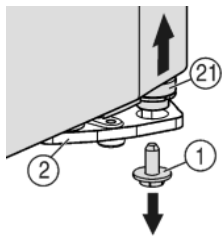
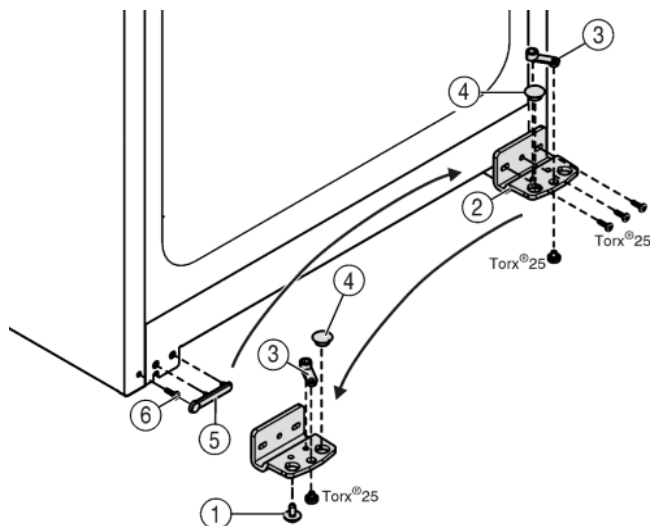

Fig. 4
Fig. 5
- ▶ Jobbra lent a csapágybakon lévő biztosítócsavart (Fig. 4 (1)) tekerje ki.
- ▷ A tartócsap (Fig. 4 (21)) kioldódik a csapágybakból (Fig. 5 (2)).
- ▶ Ha a tartócsap Fig. 4 (21) nem oldódik ki, a csapszeget alulról nyomja ki.
- ▶ Csavarozza le a csapágybakot Fig. 5 (2).
- ▶ Csavarozza le a csapágyrész Fig. 5 (3), helyezze át a csapágybak túlsóoldali felvevő furatába és csavarozza vissza.
- ▶ Vegye ki a csapágybakban lévő dugót Fig. 5 (4), és helyezze át a csapágybak szemközti oldalán lévő felvevőfuratba.
- ▶ Óvatosan emelje le a fogantyú felőli fedelet Fig. 5 (5).
- ▶ Tekerje ki a csavart Fig. 5 (6) és az ellenkező oldalon helyezze be.
- ▶ Helyezze vissza a fedelet Fig. 5 (5).
- ▶ Csavarozza vissza a csapágybakot Fig. 5 (2) a csuklópánt új oldalára **4 Nm-es nyomatékkal**, szükség esetén egy akkus csavarhúzóval.
- ▶ A biztosítócsavart Fig. 4 (1) lent csavarja be a tartócsapba és húzza meg (**4 Nm-es nyomatékkal**).